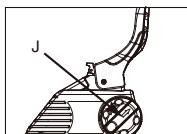
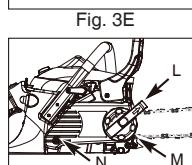

Fig. 3F
Fig. 3G
10. Ruotare la manopola (J) IN SENSO ANTIORARIO fino al termine del giro del CODOLO (K). (Fig. 3F)
12. Serrare la vite (N), e seguire la fase 13 per regolare la tensione della catena.
13. Ruotare l'anello di tensione in senso orario stretto (M); spingere il pulsante di comando indicato dalla freccia (L) per ruotare in senso orario stretto e spingere nuovamente il pulsante di comando. (Fig. 3G)